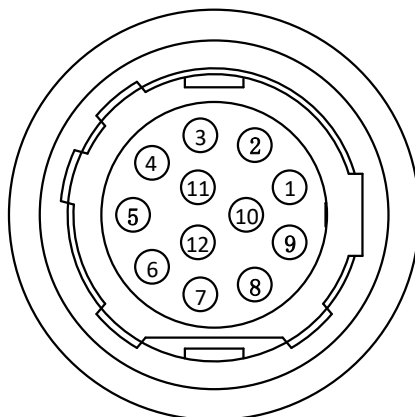

图1-8 12-pin 接口
- 图 1-1、图 1-2 相机外观对应的管脚信号定义如图 1-8、表 1-3 所示。